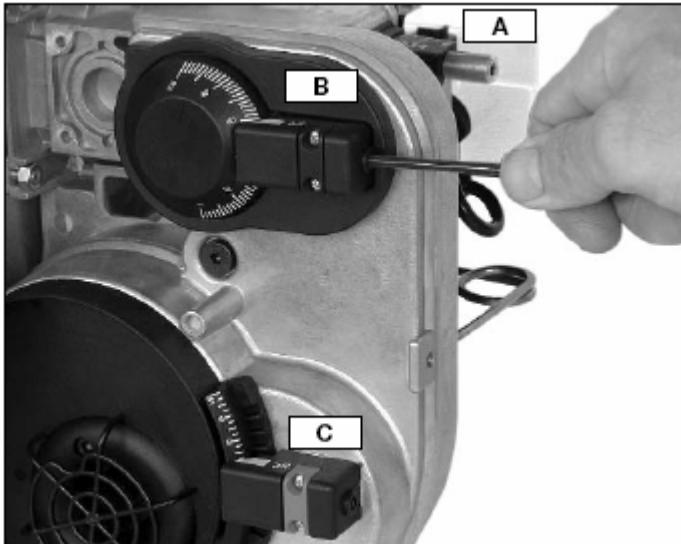

Рисунок 16
- Посредством поворота регулировочного ключа вправо воздушный поток увеличивается, содержание CO₂ в выхлопном газе также увеличивается, а давление воздуха нагнетаемого вентилятором уменьшается (см. рис. 16).
- Посредством поворота регулировочного ключа вправо воздушный поток увеличивается, содержание CO₂ в выхлопном газе также увеличивается, а давление воздуха нагнетаемого вентилятором уменьшается (см. рис. 16). Обратите внимание на то что, давление нагнетаемого воздуха должно находиться в пределах 2,0-3,5 мбар.